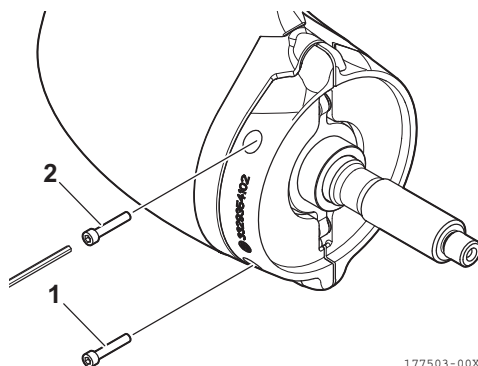
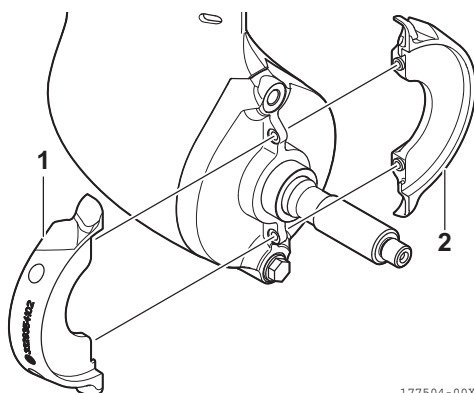

Figura 27
Figura 28
1. Con la llave hexagonal, afloje y retire los tornillos de fijación (1, 2, **Figura 27**) de los ánodos (1, 2, **Figura 28**).
2. Retire los ánodos (1, 2, **Figura 28**). Limpie el alojamiento de los tornillos y los ánodos, eliminando cualquier residuo.